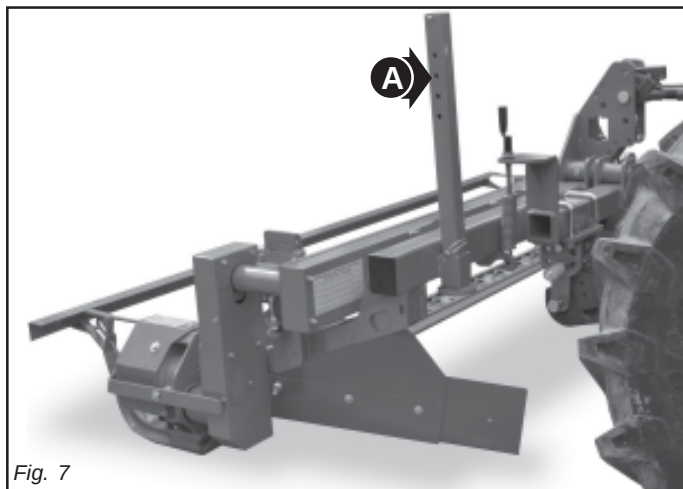

Fig. 7
- 48) Bevor die Mähmaschine in Betrieb genommen wird, ist zu prüfen, daß die Standbeine (A, Abb. 7) unter der Mähmaschine wegge-nommen worden sind. Sicherstellen, daß die Mähmaschine korrekt montiert und eingestellt ist. Sicherstellen, daß die Maschine vollkommen in Ordnung ist und daß alle Verschleiß ausge-setzten Teile voll funktionstüchtig sind.